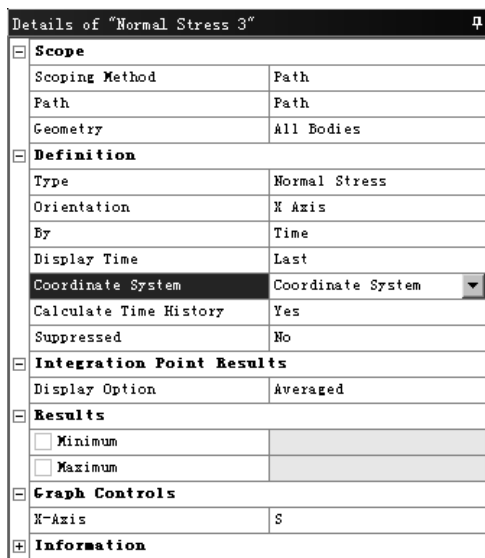

图 7.5.42 “Details of ‘Normal Stress 3’”对话框
步骤 (19) 插入径向应力 (路径 Path)。在“Outline”窗口中右击  **Solution (A6)** 选项, 在弹出的快捷菜单中选择 **Insert** → **Stress** →  **Normal** 命令, 弹出图 7.5.42 所示的“Details of ‘Normal Stress 3’”对话框; 在 **Scope** 区域的 **Scoping Method** 下拉列表中选择 **Path** 选项, 在 **Path** 下拉列表中选择 **Path** 选项; 在 **Definition** 区域的 **Orientation** 下拉列表中选择 **X Axis** 选项, 在 **Coordinate System** 下拉列表中选择 **Coordinate System** 选项, 其他参数采用系统默认设置。